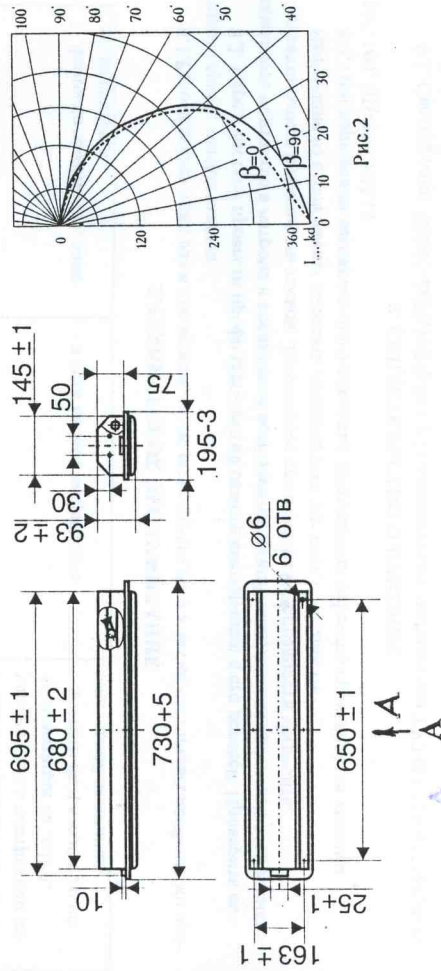

Рис.2
2.2. Распределение силы света светильников показано на рис.2.